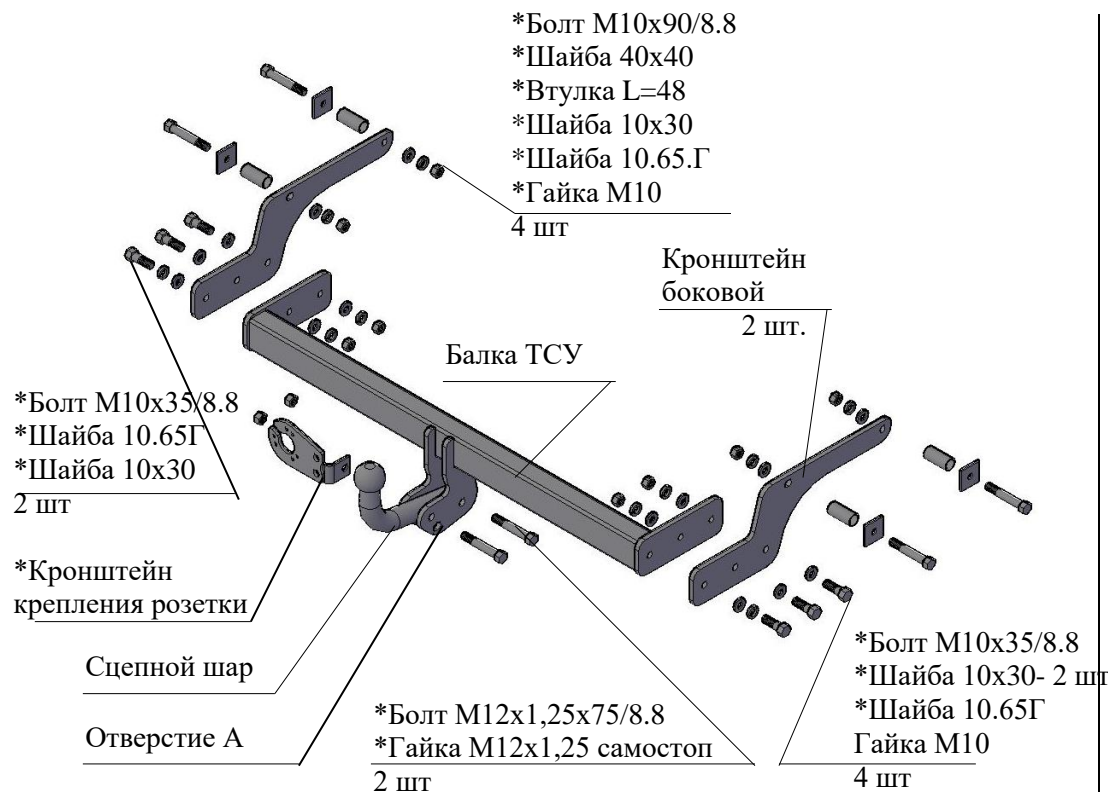

Рис.1 Тягово-цепное устройство ТСУ 9012.
2.1 ТСУ 9012 в сборе (рис.1)	1 шт.
2.2 Пакет комплектующих ( рис.1)	1 шт